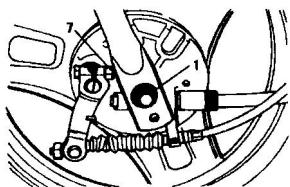

图 1-8
① 检查前轮轴螺母,发现松动及时拧紧(如图 1-8 所示)。